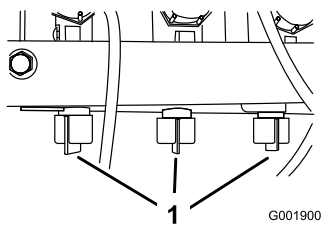

Figura 30
12. Ajuste la válvula de retorno del brazo que cerró (Figura 30), situada debajo de la válvula de control de ese brazo, hasta que la presión marcada en el indicador sea la misma que en el paso 9.